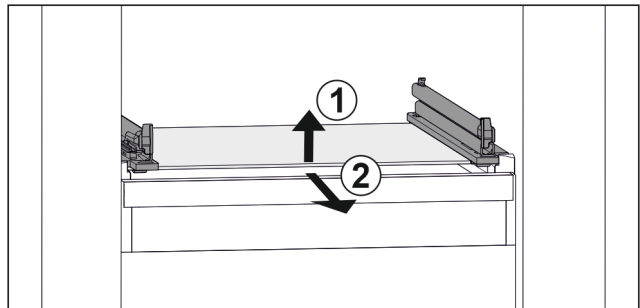

Fig. 102 Beispielhafte Darstellung der Glasplatte
- ▶ Glasplatte vorne anheben. Fig. 102 (1)
- ▶ Glasplatte nach vorne entnehmen. Fig. 102 (2)